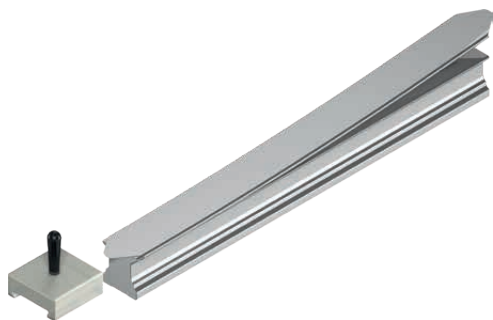

Abb. 5.27 Montage Abdeckband mit Montagewerkzeug
- ▶ Setzen Sie das Montagewerkzeug stirnseitig auf die Schiene auf (siehe Abb. 5.27).